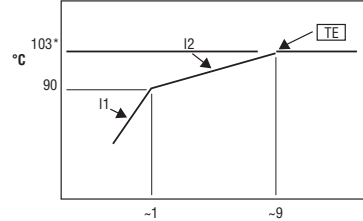

Figura 1. Algoritmo predeterminado de UniBlate
- El valor predeterminado de la temperatura establecida de RF es 103°C. Si modifica la temperatura establecida, el criterio de valoración del primer incremento mostrado en la figura 1 se desplazará en el número de grados de diferencia respecto al valor predeterminado; por ejemplo, un punto de referencia de 100°C hará disminuir el criterio de valoración del primer incremento de 90 a 87°C.